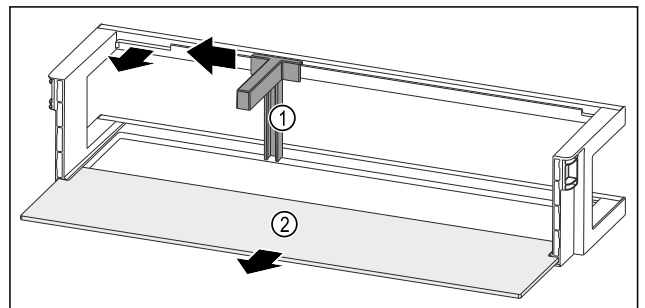

Fig. 91 Türabsteller mit Flaschenhalter und Abstellfläche
- ▶ Flaschenhalter Fig. 91 (1) bis zur Aussparung zur Seite schieben.
- ▶ Flaschenhalter Fig. 91 (1) entnehmen.
- ▶ Abstellfläche Fig. 91 (2) entnehmen.